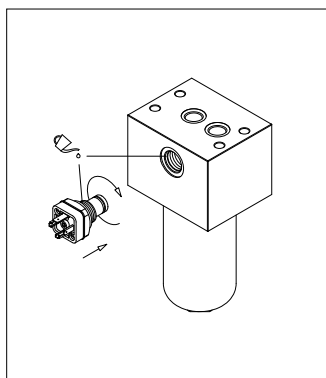

fig. 8
- (Fig. 8) Lubrificare con il fluido di lavoro il filetto e l'O-ring del corpo indicatore, quindi avvitarlo facendo riferimento alla tabella delle coppie di serraggio al paragrafo 3